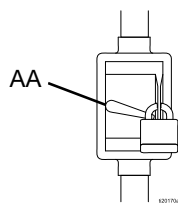

图 8：电气断连装置
注意：确保电器断连装置 (AA) 在接线前已关闭并锁定。参见图 8。